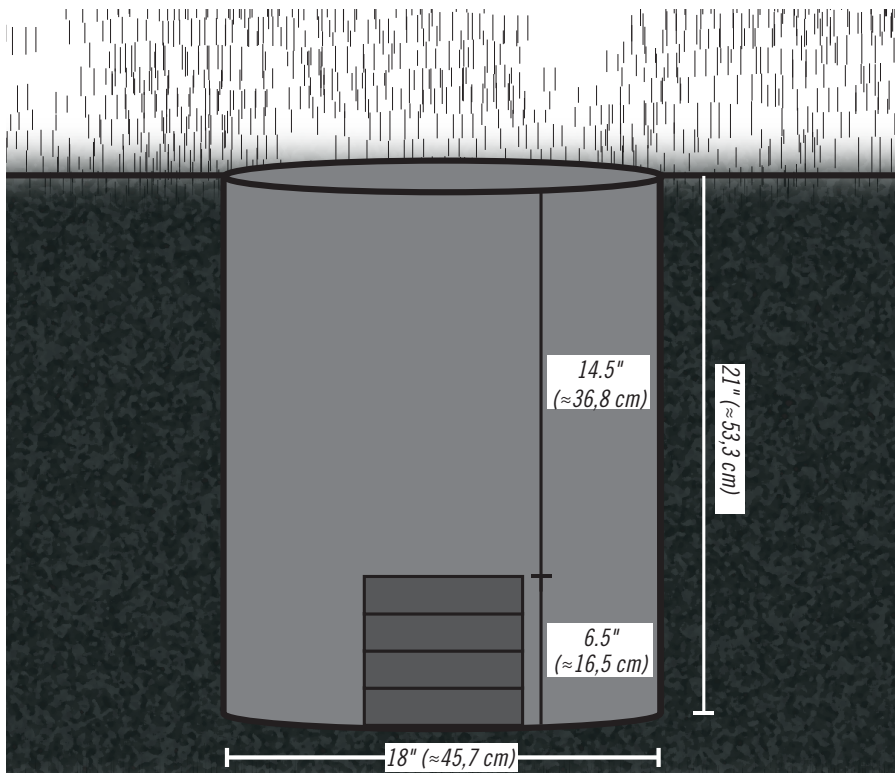
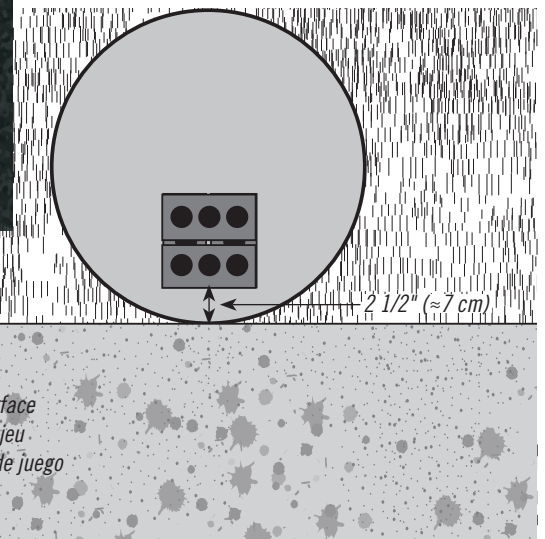

Fig. 1
Fig. 2
- Stack bricks or patio blocks in the hole so the top of the stack measures 6.5" ($\approx 16,5$ cm) from the bottom of the hole (**Fig. 1**). The edge of the bricks should be about 2 1/2" (≈ 7 cm) from the playing surface (**Fig. 2**).
- Empiler des briques ou des dalles du patio dans le trou de sorte que le haut de la pile mesure 6.5 po ($\approx 16,5$ cm) du fond du trou (**Fig. 1**). Le bord des briques devrait être 2,5 po (≈ 7 cm) de la surface de jeu (**Fig. 2**).
- Pilar unos ladrillos o bloques de patio en el hoyo de modo que la parte superior de la pila mida 6.5 in ($\approx 16,5$ cm) desde el fondo del hoyo (**Fig. 1**). El borde de los ladrillos debería estar 2,5 in (≈ 7 cm) de la superficie de juego (**Fig. 2**).